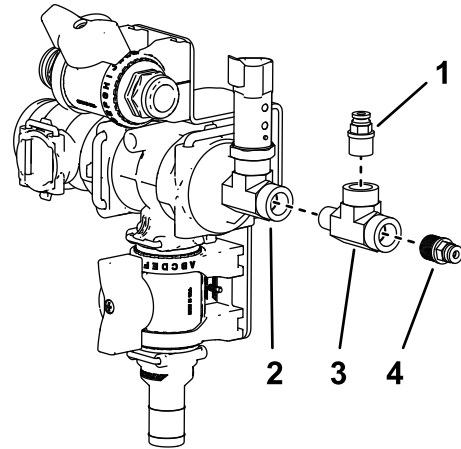

Figure 30
11. Déposez le raccord d'accouplement existant du raccord en T sur le collecteur en T (Figure 30).
12. Appliquez du produit d'étanchéité au PTFE sur le filetage du raccord en T inclus dans le kit et branchez le raccord au raccord en T existant (Figure 30).
13. Appliquez du produit d'étanchéité au PTFE sur le filetage du raccord d'accouplement inclus et accouplez ce raccord au raccord en T que vous venez d'installer (Figure 30).
14. Appliquez du produit d'étanchéité au PTFE sur le filetage du raccord d'accouplement retiré à l'opération 11 et accouplez-le au bout du raccord en T que vous venez d'installer (Figure 30).